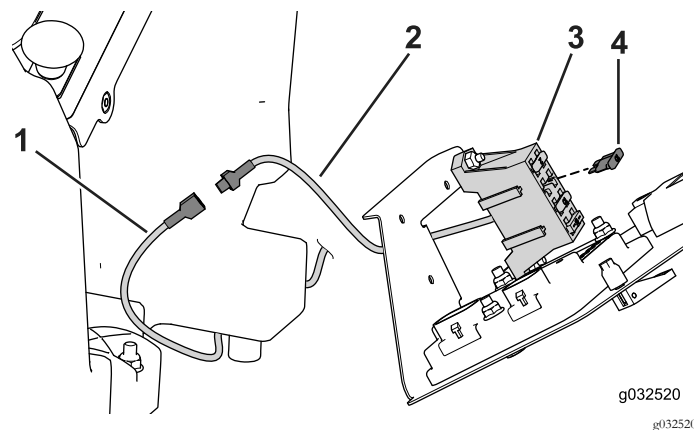

Figure 40
- Amenez le câble d'alimentation auxiliaire dans le compartiment des commandes de l'opérateur (Figure 40).
- Connectez le câble d'alimentation auxiliaire à un câble non utilisé dans le porte-fusibles (Figure 40).
- Insérez un fusible de 10 A dans l'emplacement connecté au câble d'alimentation auxiliaire (Figure 40).